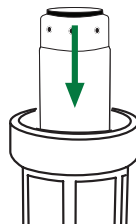

Figura 7
- 9** Coloque el filtro en la carcasa (Figura 7). Alinee la carcasa con el cabezal del filtro y atornillela en el cabezal. Apriete con la mano hasta que esté ajustada y apriete con la llave para sellar. **NO APRIETE EN EXCESO.**